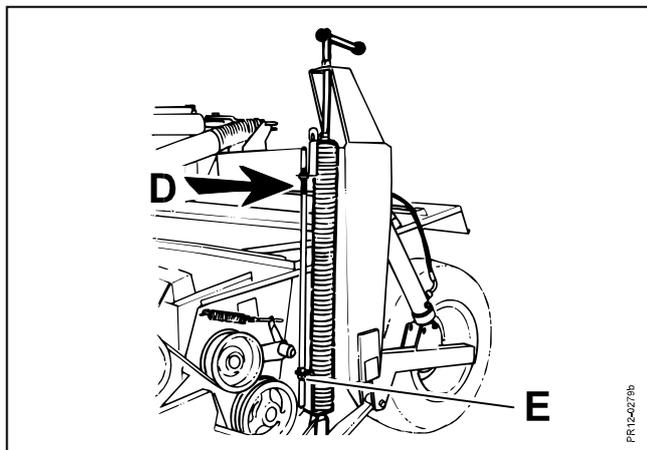

Fig. 3-17
**Fig. 3-17** La tige est placée de façon que l'aiguille vienne au milieu de la marque noire **D**. Serrer l'écrou et le contre-écrou **E** afin que la tige soit libre sur son support.